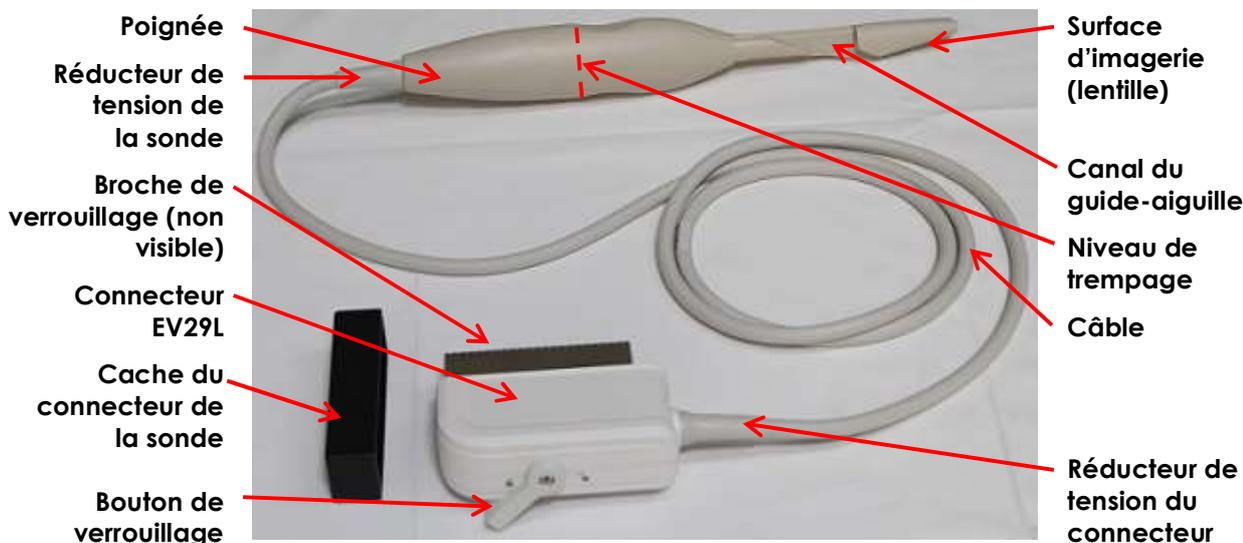

Figure 31 : Sonde EV29L ExactVu
Cette procédure implique le lavage, le trempage et le rinçage de la sonde dans différentes solutions. Dans tous les cas, la sonde doit être exposée à des niveaux de solution jusqu'à environ mi-distance de la poignée (se reporter au *niveau de trempage* dans la Figure 31).
- Pièces de la sonde EV29L qui n'entrent pas en contact avec la gaine pendant une intervention ETR, ou en d'autres termes, la partie de la sonde au-dessus du *niveau de trempage* (voir Figure 31).
Dans cette procédure, *au-dessus* du niveau de trempage signifie dans le sens opposé à la surface d'imagerie (voir la Figure 31).
- Pièces de la sonde EV29L qui entrent en contact avec la gaine pendant une intervention ETR, ou en d'autres termes, la partie de la sonde au-dessous du *niveau de trempage* (voir Figure 31). Pour les pièces se situant au-dessus du *niveau de trempage* (y compris le câble), consulter la section 2.2.
- Remplir la *cuvette de nettoyage* avec un volume suffisant de solution de nettoyage pour y plonger la sonde EV29L jusqu'au *niveau de trempage* indiqué dans la Figure 31.
- Plonger la sonde EV29L dans la solution de nettoyage jusqu'au *niveau de trempage* indiqué dans la Figure 31.
- Remplir la *cuvette de désinfection de haut niveau* avec un volume suffisant de désinfectant de haut niveau pour y plonger la sonde EV29L jusqu'au *niveau de trempage* indiqué dans la Figure 31.
- Plonger la sonde EV29L dans le désinfectant de haut niveau jusqu'au *niveau de trempage* indiqué dans la Figure 31.